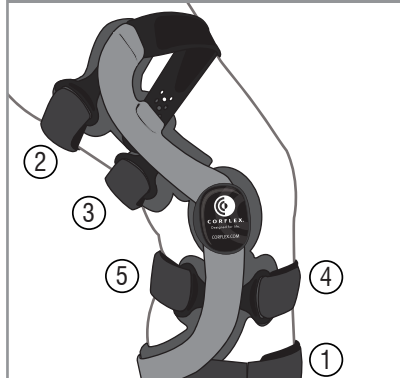

Fig. 3
- While maintaining the brace in line with the top of the patella, fasten straps 1-5 in sequence indicated on strap tabs and in Fig. 3. Straps should be comfortably tightened to properly secure brace. Do not overtighten.
Mientras mantiene la rodillera alineada a la parte superior de la rótula, fije las bandas 1-5 en la secuencia indicada en las lengüetas y en la Fig. 3. Las bandas deben quedar apretadas pero cómodas, de manera que fijen bien la rodillera. No apriete en exceso.
- Tout en maintenant l'orthèse alignée avec le haut de la rotule, attachez les sangles 1 à 5 dans l'ordre indiqué sur les fermoirs des sangles et dans la Fig. 3. Les sangles doivent être confortablement serrées pour sécuriser de façon correcte l'orthèse. Ne serrez pas trop.